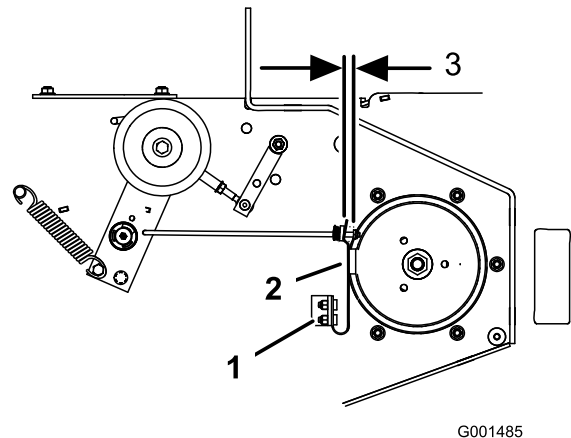

Bild 59
3. Stellen Sie die Federbefestigungsschrauben ggf. so ein, dass die Messerbremsbacken beide Seiten der Scheibenrinne berühren (Bild 59).
4. Stellen Sie die Mutter am Ende der Messerbremsstange ein, bis ein Abstand von 3 mm bis 5 mm zwischen der Mutter und dem Distanzstück besteht (Bild 59).